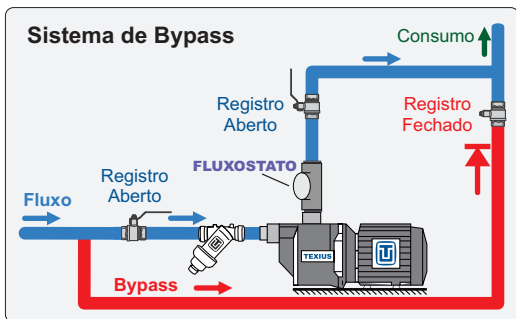

Figura 2 - Instalação em sistema de By-pass
5.8 Instalar o pressurizador em sistema de by-pass. Os registros localizados na sucção e recalque do pressurizador devem ficar sempre abertos e o registro do *by-pass* deve ficar sempre fechado. Se essas condições não forem atendidas, o pressurizador não irá desligar, pois a água ficará recirculando pelo *by-pass* (ver figura 2)